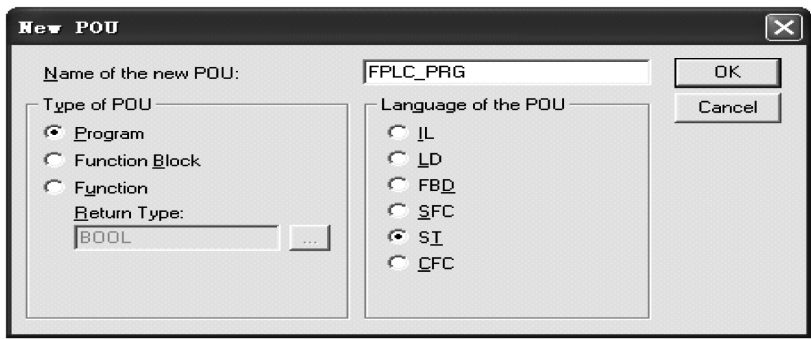

图 5-11 创建 FPLC_PRG
- 4) 创建快速任务 FPLC _ PRG 并选择编程语言 ST, 如图 5-11 所示。